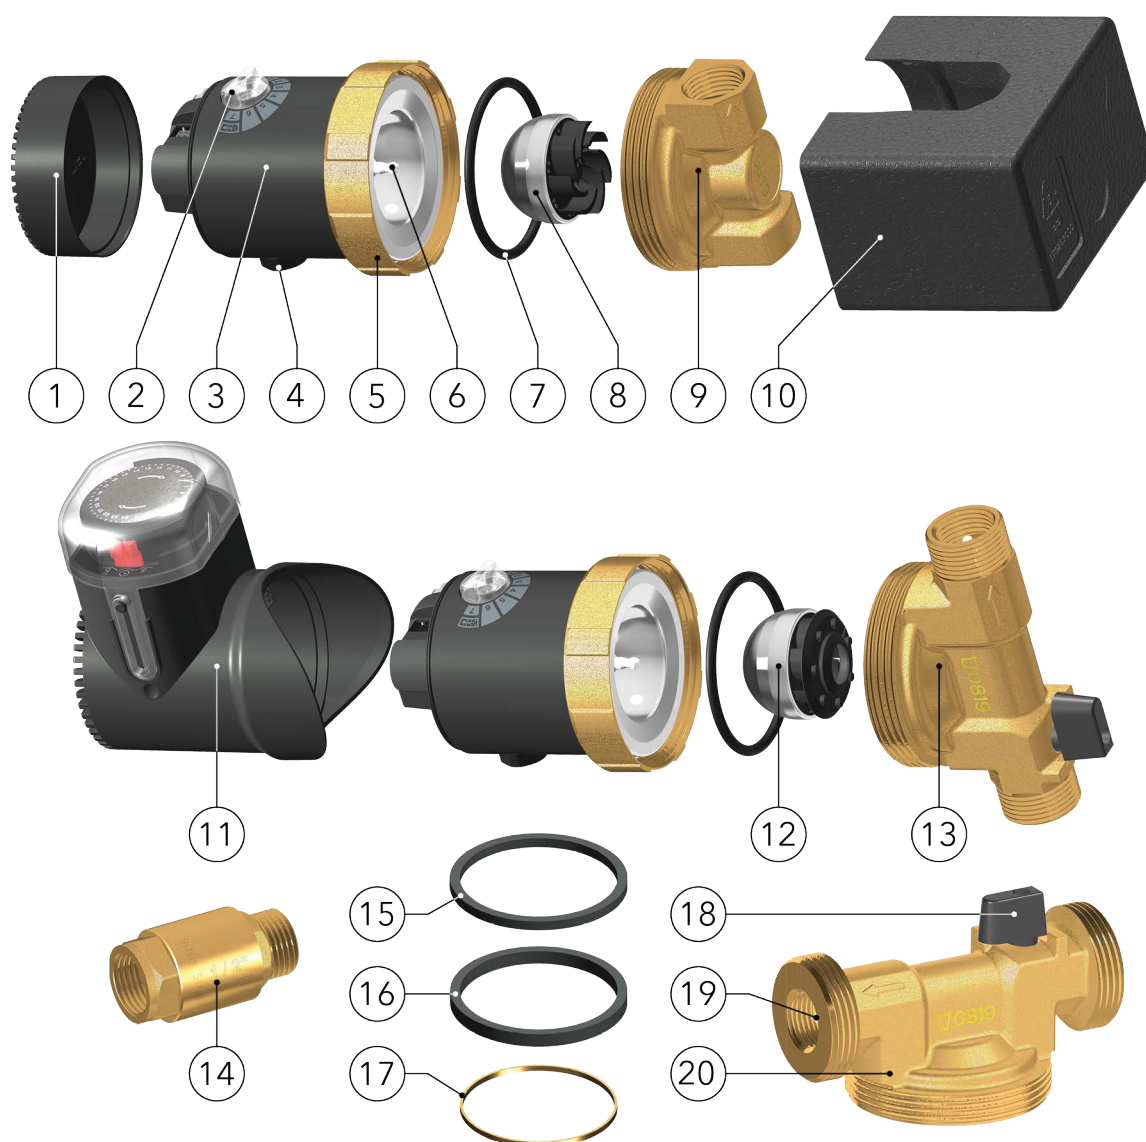

Figura 3
- Când utilizați modele de pompe cu carcasa pompei cod 65B (articolul 9 din **Figura 3**), utilizați supapa de control G1/2 (articolul 14 din **Figura 3**) furnizată în ambalaj. Acest lucru împiedică apa să curgă înapoi prin pompă atunci când oricare dintre ventile este deschis, provocând astfel daune.
- Pompele cu carcase pompă cod 110MB (articolul 13 în **Figura 3**) și cod 110LB (articolul 20 în **Figura 3**) conțin deja o supapă de control integrată (articolul 19 în **Figura 3**) și o supapă de închidere cu bilă (articolul 18 în **Figura 3**) în carcasele pompei. (Supapa de control se deschide și se închide automat; supapa de închidere cu bilă este închisă când mânerul său este perpendicular pe direcția țevii).
- Cu supapa de închidere închisă pe partea de aspirație a pompei și cu supapa de control instalată pe partea de evacuare, piulița olandeză (articolul 5 din **Figura 3**) poate fi slăbită, astfel încât motorul pompei să poată fi rotit în poziția corectă, respectiv poate fi chiar îndepărtată pentru efectuarea întreținerii fără a necesita drenarea completă a sistemului.